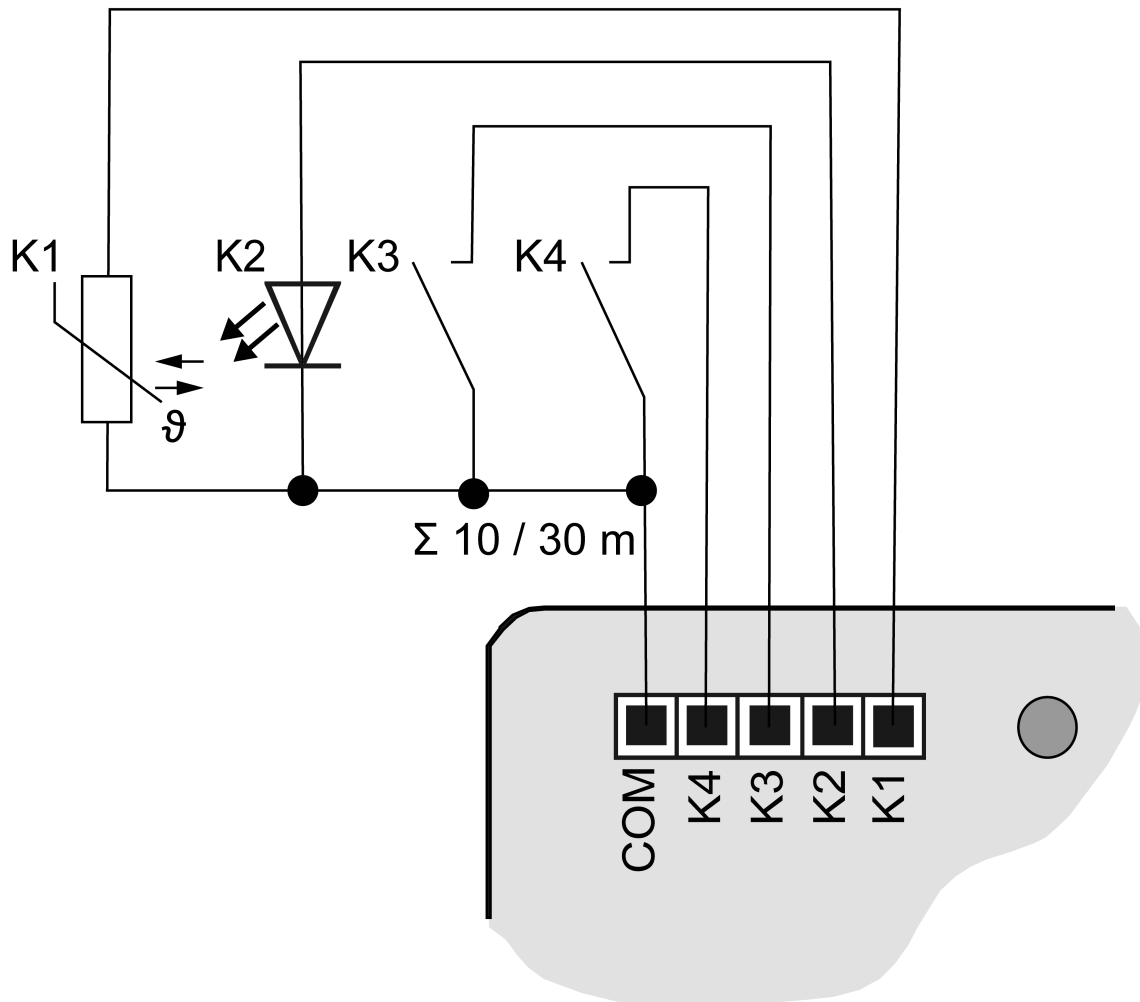
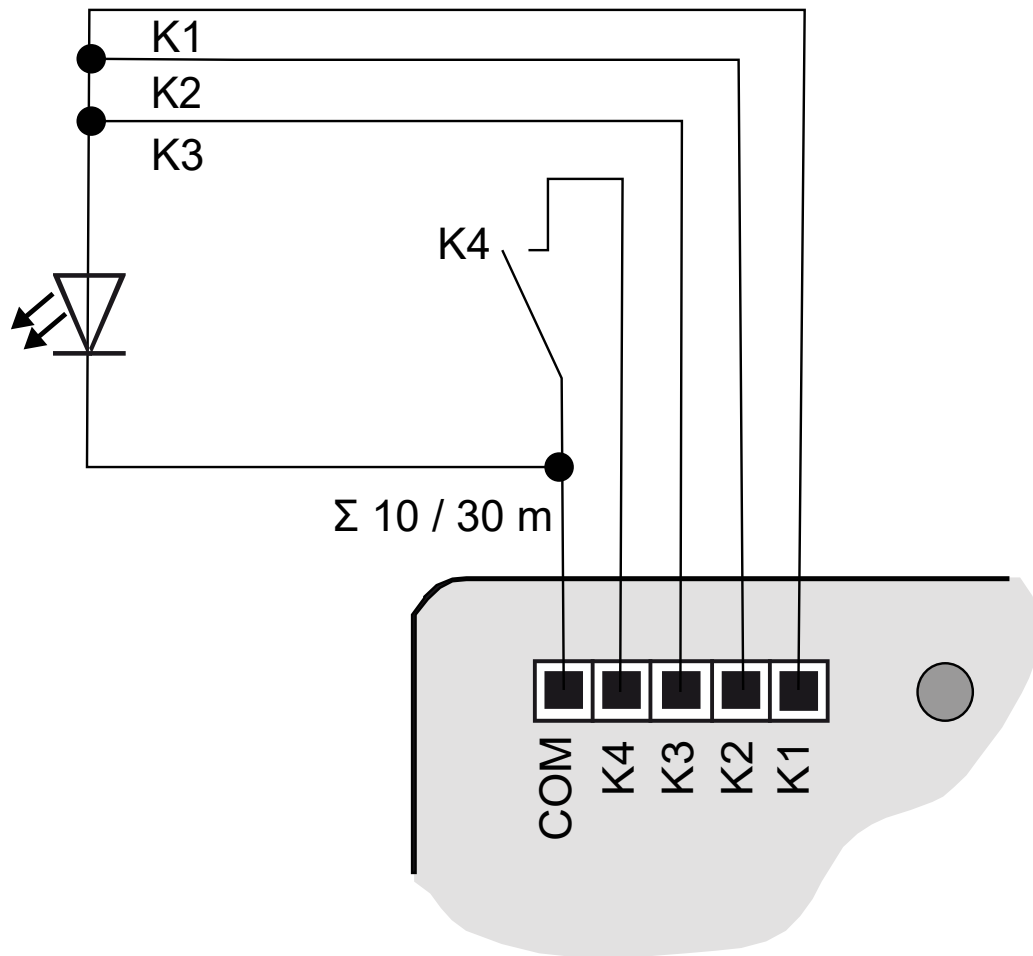

Bild 10: Anschlussbeispiel
Bild 11: Anschlussbeispiel mit parallelgeschalteten Ausgängen
- Taster, Schalter, Kontakte, LED oder NTC gemäß Anschlussbeispielen mit beigelegten Anschlussleitungen anschließen ((siehe Bild 10) und (siehe Bild 11)). Die Anschlussbeispiele zeigen die Verwendung mit Eingängen, Ausgängen und Sensoren.
Parallelschalten von Ausgängen möglich, für Verbraucher mit höherem Strombedarf. Im Beispiel (siehe Bild 11) sind K1-K3 parallel geschaltet.